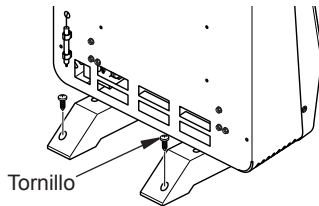

Figura 13 - Fijación del calentador de piso
2. Coloque el calentador a la ubicación deseada. Asegure las patas de la base al suelo mediante el uso de tornillos de cabeza Phillips dos (incluidos) (ver Figura 13).